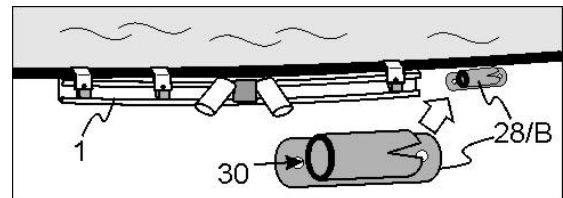

Abb. 3.4
Am Ende des „C“ Profils (1), wie abgebildet, einen Spanner (28/B) auf den Stahlmantel kleben. Dieser Spanner (28/B) ist notwendig für Auf- und Abbau des Domes. (Abb. 3.4).
(ähnlich Abb. 3.4)